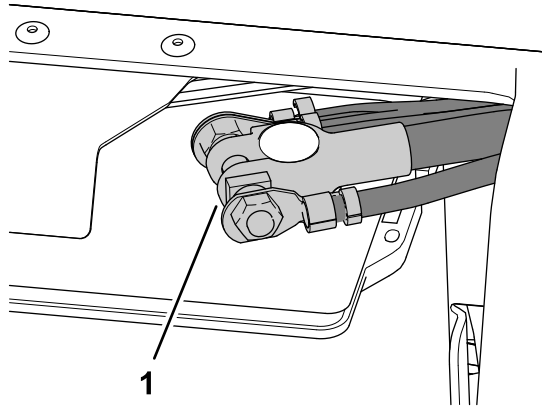

Figure 23
1. Placez la cosse du câble négatif de la batterie sur la borne négative de la batterie et serrez l'écrou de la cosse à la main (Figure 23).